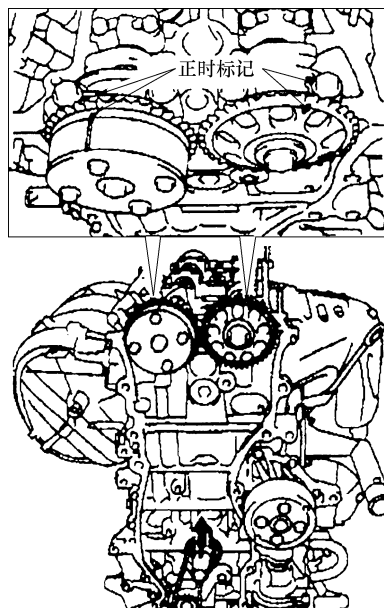

图 22-52 凸轮轴正时链轮和 1 号轴承盖正时标记对准
① 转动凸轮轴, 将凸轮轴正时链轮和 1 号轴承盖正时标记对准 (图 22-52)。
② 用曲轴带轮螺栓转动曲轴, 并将定位链设定在曲轴上面 (图 22-52)。